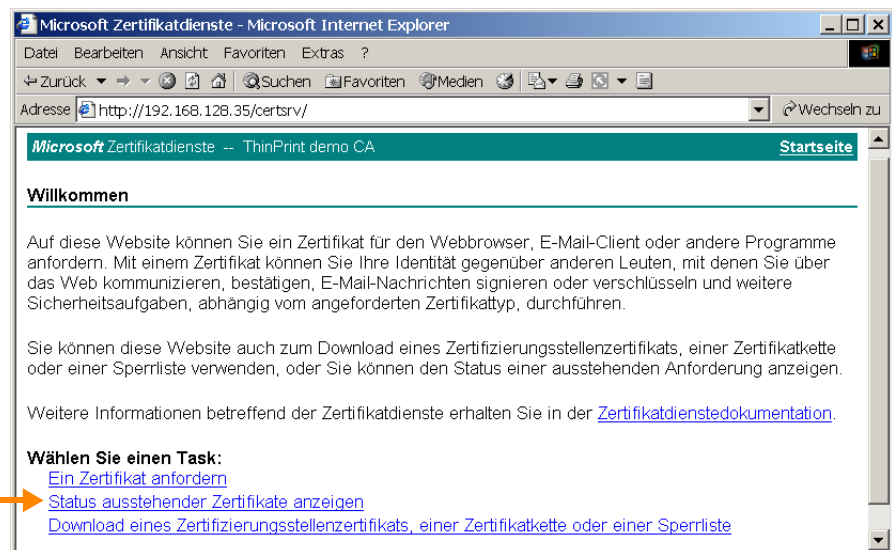

Bild 35 Webseite des Zertifikatservers: ausgestellttes Zertifikat abholen
- Wählen Sie auf dieser Webseite diesmal: STATUS AUSSTEHENDER ZERTIFIKATE ANZEIGEN (Bild 35).